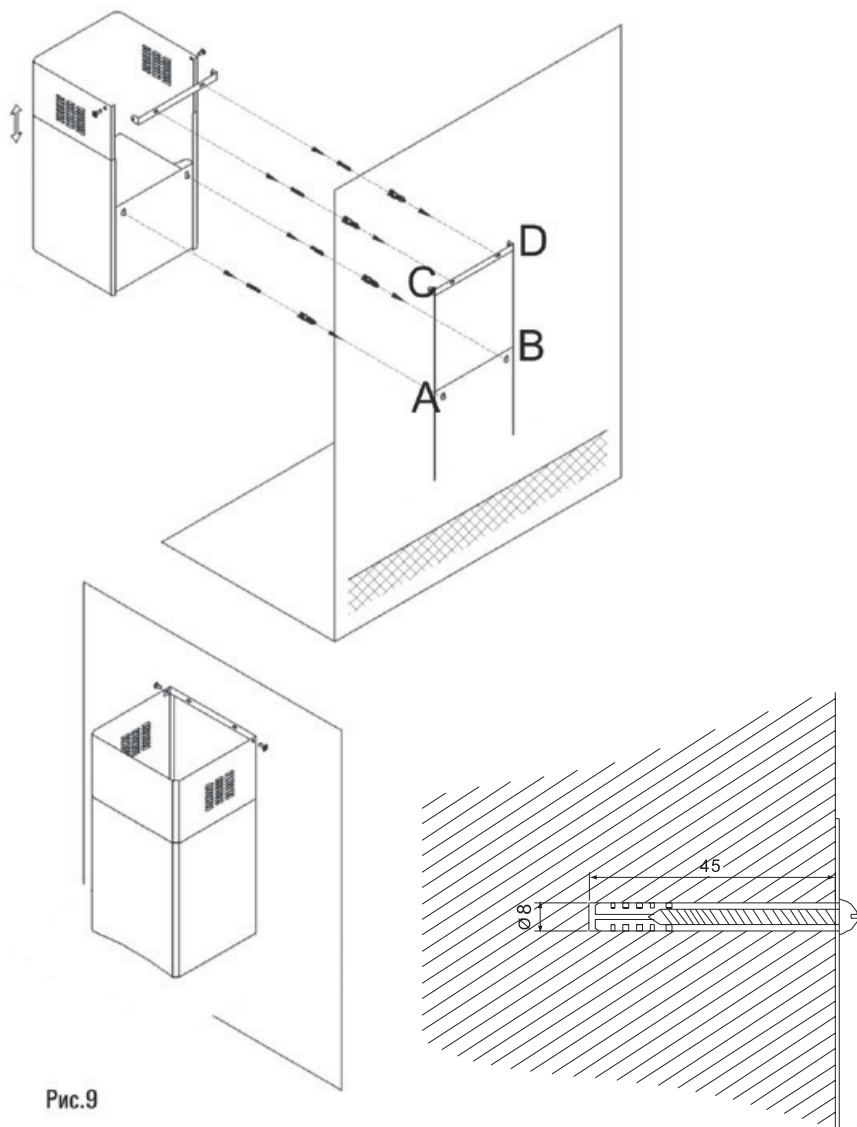

Рис.9
1. Прежде чем приступить к сверлению отверстий под дюбели в стене необходимо произвести разметку. Для этого измерьте на вытяжке расстояние между центрами отверстий, предназначенных для подвешивания вытяжки на стену. На нужной высоте начертите горизонтальную линию на стене по уровню. На этой линии наметьте точки (А и В), расстояние между которыми должно равняться расстоянию, измеренному между центрами отверстий для крепления вытяжки (рис. 9).
3. Возьмите установочные винты ST4x35, наденьте на них металлические дюбели таким образом, чтобы разрезная часть была направлена в сторону головки винта, и установите их в просверленные вами отверстия в стене А и В резьбовой частью наружу (рис. 9).
5. Повесьте корпус вытяжки на опорные точки А и В согласно прилагаемого рисунка (рис. 9). Затяжку гаек производите с полным прижатием корпуса вытяжки к стене с максимальным усилием, до полной фиксации крепежа в стене.
7. Сделайте разметку для крепления планки внутреннего декоративного кожуха, точки C, D на рис. 9.
Рис. 9а